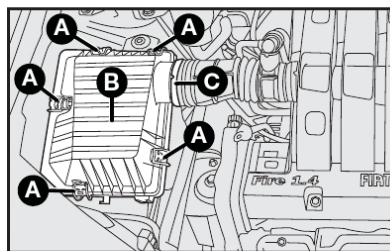
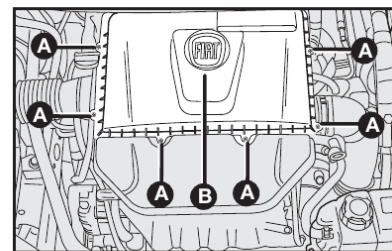
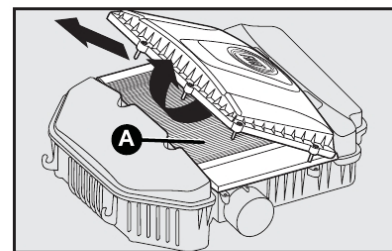
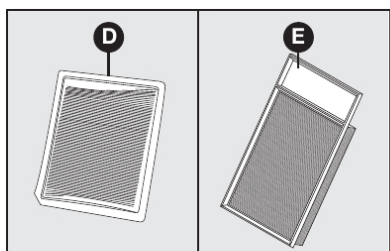

fig. 10
fig. 11
fig. 12
fig. 13
**SUBSTITUIÇÃO - fig. 10 (motor 1.4) e fig. 11 (motores 1.6 e 1.8)**
**Motor 1.4:** soltar a braçadeira **C-fig. 10** do tubo de borracha conectado à tampa do filtro **B-fig. 10**.
Soltar os grampos **A** e retirar a tampa **B** puxando-a para trás de forma que a mesma não tenha contato com a chapa da carroceria. Remover o elemento filtrante **D-fig. 13**.
**Motor 1.6 e 1.8:** soltar os parafusos **A-fig. 11** e retirar a tampa **B-fig. 11**. Para retirar a tampa, faça um movimento de rotação e puxe-a no sentido das setas **fig. 12**, para que a mesma se solte de sua sede, possibilitando o acesso ao filtro **A-fig. 12**. Remover o elemento filtrante **E-fig. 13**.